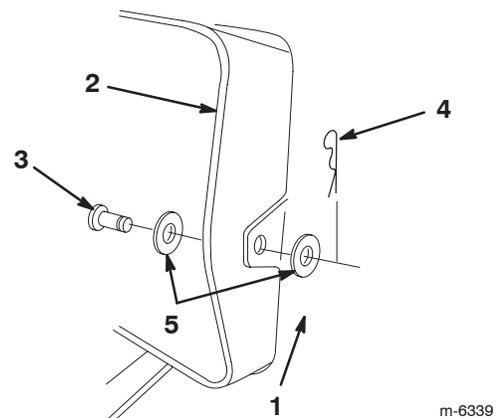

Bild 13
7. Heben Sie das Heckfangsystem an, entfernen Sie den Splint, die zwei Scheiben und den Lastösenbolzen, mit denen das Auswurfrohr an der hinteren Platte befestigt ist (Bild 13).
16. Heben Sie das Heckfangsystem an und setzen Sie den Splint, die zwei Scheiben und den Lastösenbolzen ein, um das Auswurfrohr an der hinteren Platte zu befestigen (Bild 13).
7. Heben Sie das Heckfangsystem an und entfernen Sie den Splint und den Lastösenbolzen, mit denen das Auswurfrohr an der hinteren Platte befestigt ist (Bild 13).
13. Heben Sie das Heckfangsystem an und setzen Sie den Splint und den Lastösenbolzen ein, um das Auswurfrohr an der hinteren Platte zu befestigen (Bild 13).